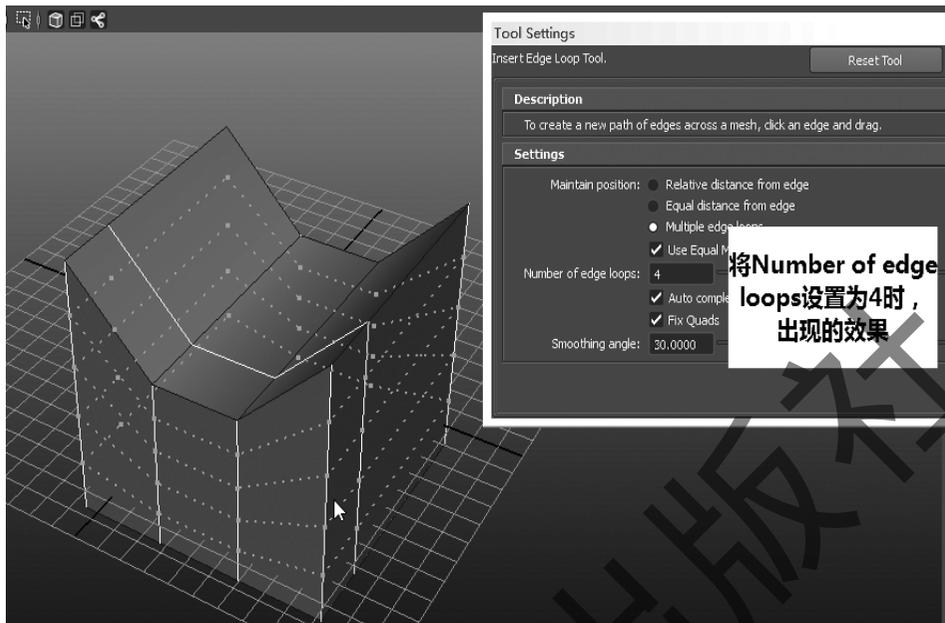

图 4-16 添加循环边循环数属性
④ Use Equal Multiplier(使用相等倍增)。
⑤ Number of edge loops(循环数)：启用“多个循环边”设置时指定要创建的循环边数量。默认设置为 2。Number of loops 设定为 4 时，将在边之间的中间点位置插入单个循环边，如图 4-16 所示。